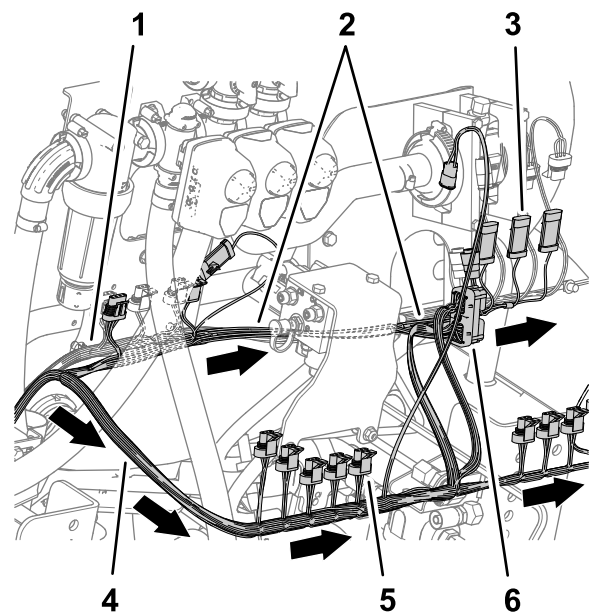

Рисунок 85
8. Проложите ответвление длиной 102 см жгута проводов позади подъемного коллектора и направо, как показано на Рисунок 85.
7. В задней части машины проложите ответвление жгута проводов длиной 89 см впереди подъемного коллектора и справа от расходомера, как показано на Рисунок 85.